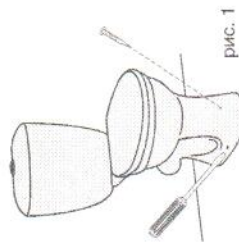

рис. 1
2. Крепление унитаза к полу. (рис. 1)